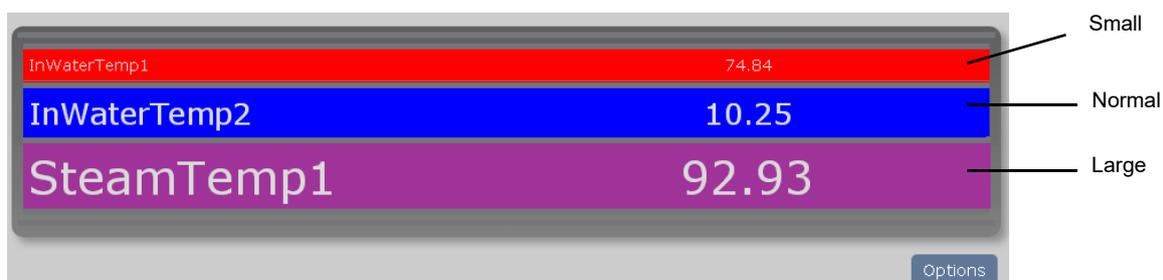

Figure 155 Comparative Font sizes
Permet de sélectionner Small, Normal ou Large pour le nom du point et sa valeur associée, ou les deux. La Figure 155 ci-dessous montre les trois valeurs pour comparaison, bien qu'il ne soit pas possible d'afficher plus d'une taille à la fois.
**Remarque :** La Figure 155 montre la même taille de police utilisée à la fois pour l'identifiant du point (Channel Font Size) et pour la valeur (PV Font Size). Il est également possible d'utiliser une taille de police pour le canal et une autre pour la VP.